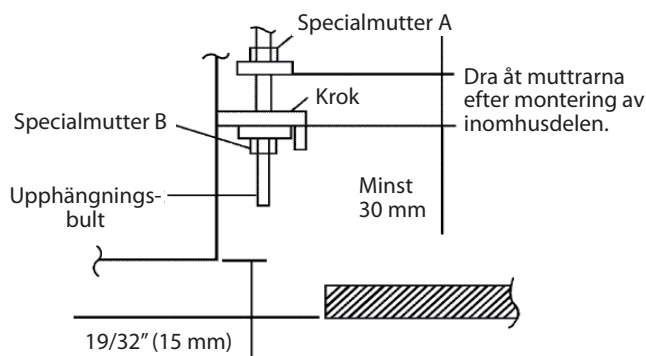

Fig 5.
- (1) Montera specialbult A, sedan specialbult B på upphängningsbulten. (Fig. 5)
- (2). Lyft upp inomhusdelen och montera dess krokar på upphängningsbultarna mellan specialmuttrarna. (Fig. 5)
- (3). Använd specialbult B för att justera höjden på inomhusdelen. (Fig. 5)
- (4). Använd ett vattenpass för att kontrollera att enheten är horisontellt monterad.